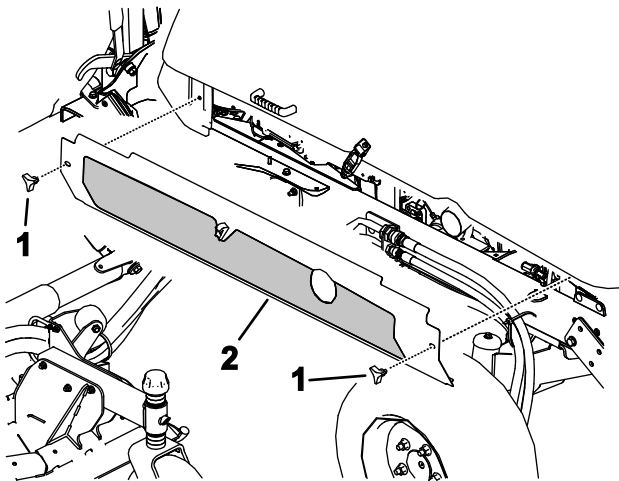

図 101
4. ノブをゆるめて両側のシュラウドを外す 図 101。
5. サイドシュラウドを取り付ける 図 101。